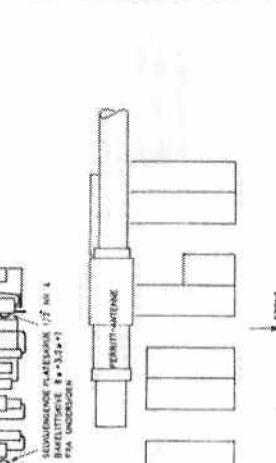

Fig. 2. Montering av stereodekoder 4-2 i SS-11.
2. Trekk ut ekvivalentkortet og monter dekoden sen vist i fig. 1 (Hi-Fi FM) eller fig. 2 (SS-11). Legg isolasjons-skivene mellom skruhodene og hovedplatenes folleside og fest med til skruer fra TK-platenes folleside.